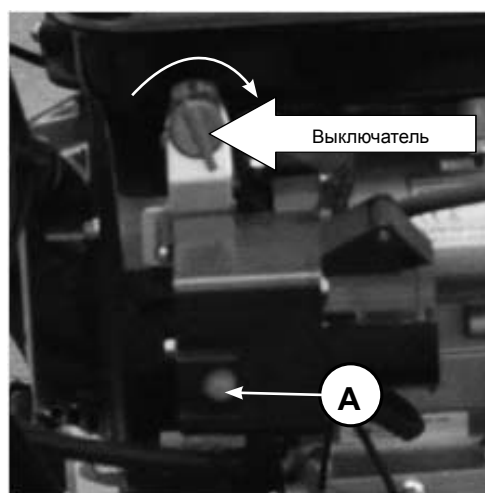

Рис.34
5. Установите выключатель в положение ON(Вкл). Нажмите и удерживайте кнопку запуска (A) электрического стартера (Рис.34).